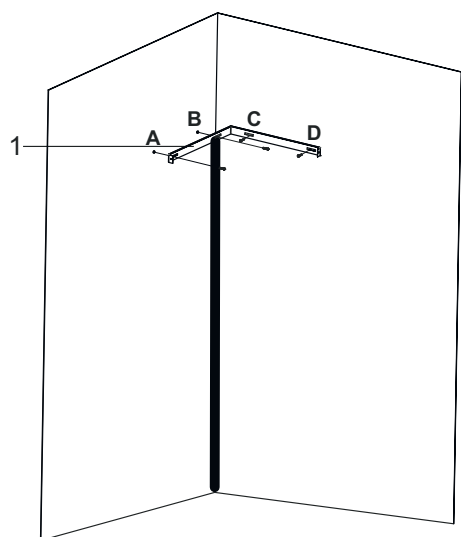

Fig. 15
4. ➤ ■ Forare i punti A,B,C,D con una punta da Ø6 mm (Fig. 15).